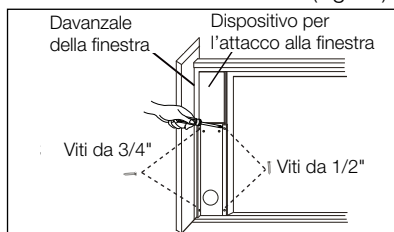

Fig. 20
3. Chiudere saldamente il telaio scorrevole della finestra contro il dispositivo per l'attacco alla finestra. (Fig. 20)
4. Far passare due viti da 1/2" per fissare il dispositivo per l'attacco alla finestra sul telaio della finestra. (Fig. 20)
5. Far passare due viti da 3/4" per fissare il dispositivo per l'attacco alla finestra sul davanzale della finestra. (Fig. 20)